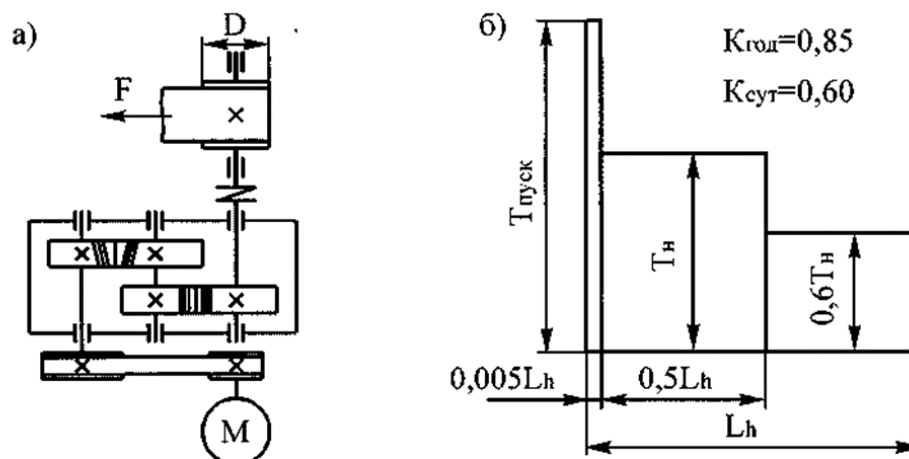

Рис. 6.1. Привод ленточного конвейера:
**Тема 1.** Спроектировать привод ленточного конвейера (рис. 6.1, табл. 6.1). Привод вала барабана ленточного конвейера осуществляется от асинхронного электродвигателя общего машиностроительного применения через открытую клинременную передачу и цилиндрический двухступенчатый редуктор. Выходной вал редуктора соединен с валом барабана упругой муфтой.